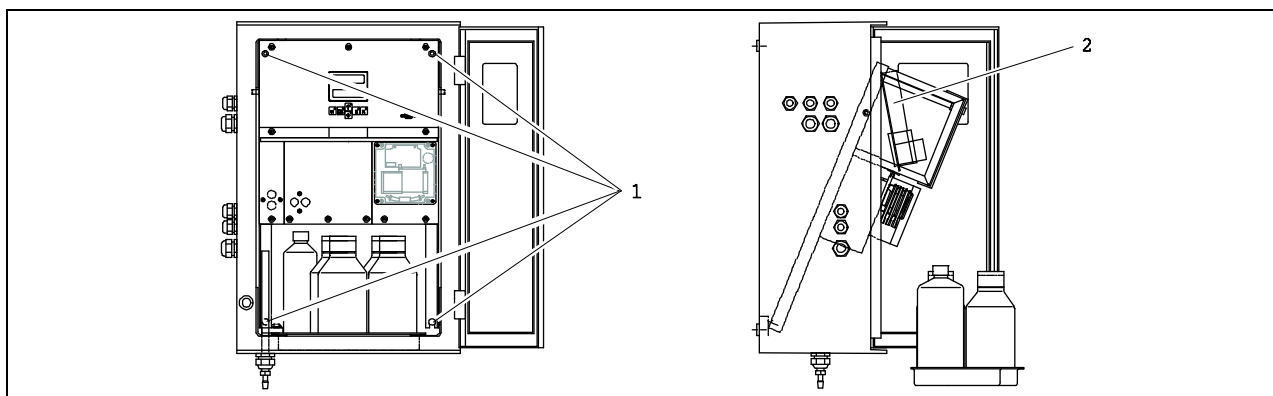

Рис. 15: Удаление рамки анализатора
1. Ослабьте два нижних винта-шестигранника SW 6 на 3 - 4 оборота (Рис. 15, поз. 1).